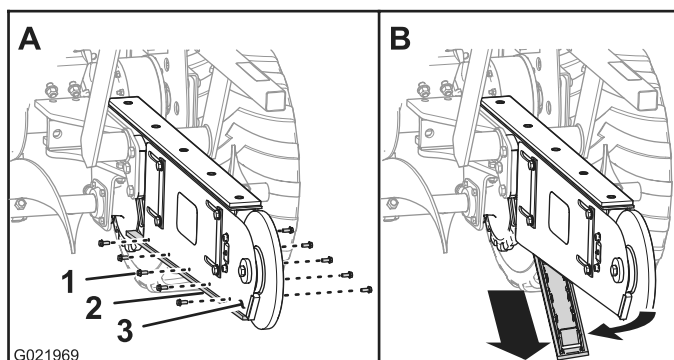

Figure 40
2. Retirez les 10 boulons qui fixent le profilé d'usure aux côtés inférieurs gauche et droit de l'élinde (Figure 40).
3. Déposez le profilé d'usure de la trancheuse (Figure 40).
6. Alignez les trous du profilé d'usure neuf sur les trous dans les côtés inférieurs gauche et droit de l'élinde (Figure 40).
7. Fixez le profilé d'usure au bas de l'élinde au moyen des boulons retirés précédemment (Figure 40).